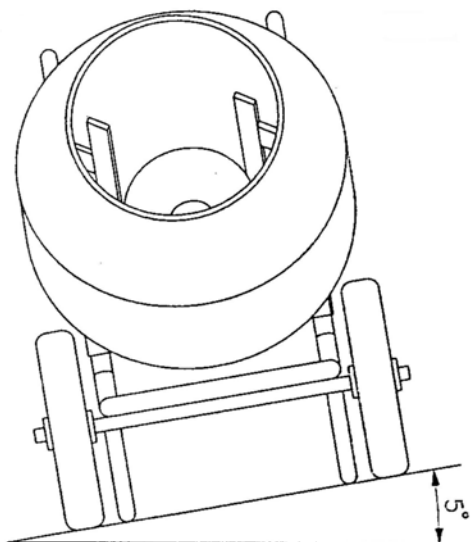

Fig. 2.7
**Ställ maskinen på jämnt underlag och kontrollera att maskinen står stabilt. Maximal tillåten lutning är 5° (Fig. 2.7).**